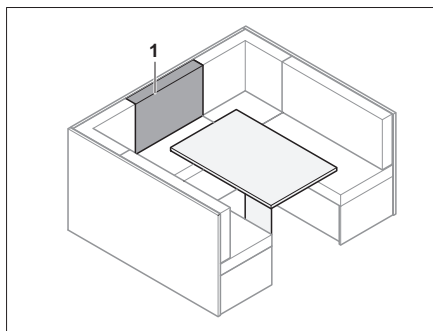

Fig. 132 Prima della trasformazione
- Collocare il cuscino dello schienale (Fig. 132,1) davanti al cuscino aggiuntivo sul tavolo.